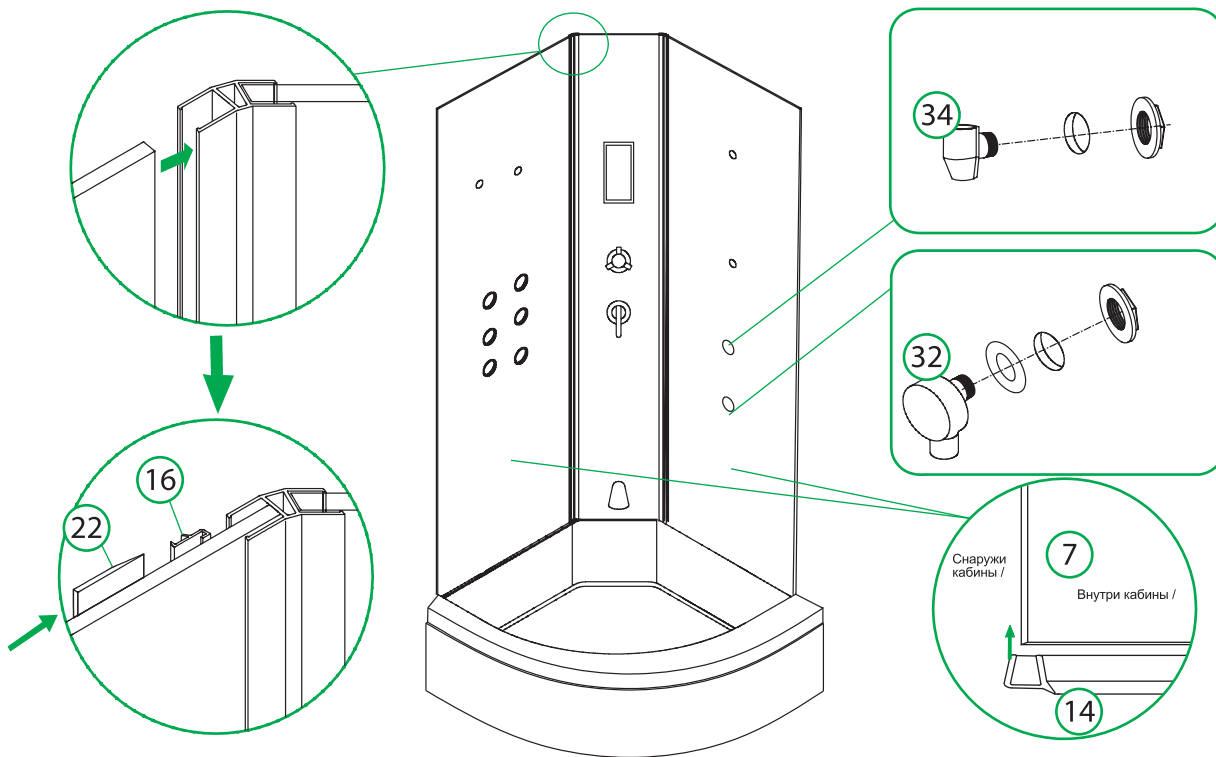

Рис. 6 / 6-сур.
3. Установите на поддон задние стеклянные панели, зафиксировав их в профилях центральной стеклянной панели с помощью уплотнителей (16) (рис. 6.)
4. Установите на задней стеклянной панели заливную горловину системы самоочистки, а также соединитель для подключения шланга (рис. 6).